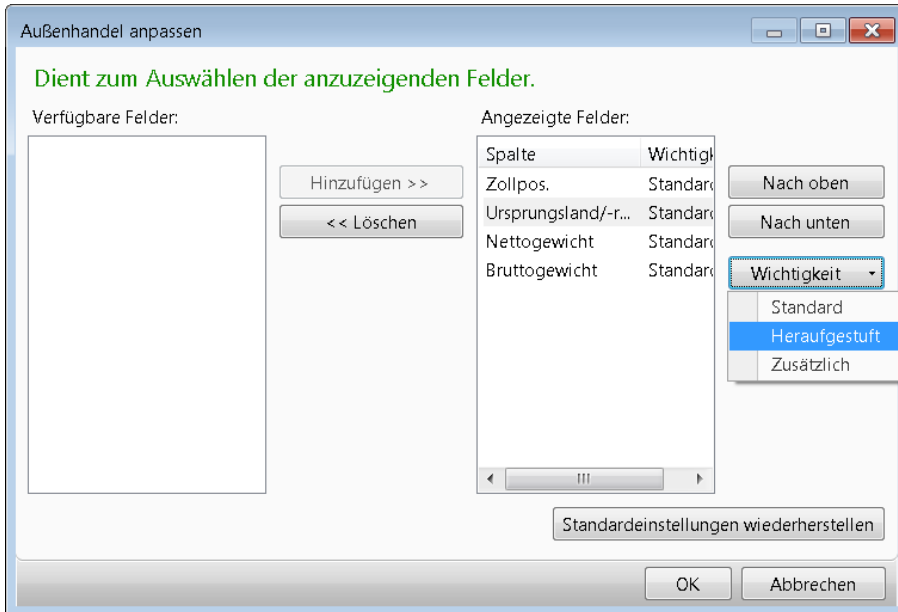

Abbildung 2.22 Ändern der Wichtigkeit der Feldanzeige zum Einblenden im Inforegister
4. Im Dialogfeld zum Anpassen der Außenhandelsfelder markieren Sie das Feld *Ursprungsland/-region* und betätigen die Schaltfläche *Wichtigkeit/Heraufgestuft* (siehe Abbildung 2.22).